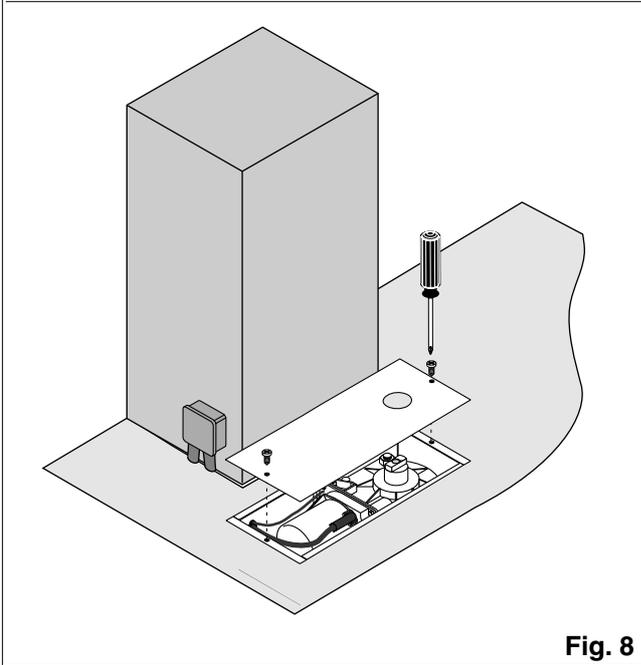

Fig. 8
- 4.4 (Fig. 8) Fermer le caisson de fondation à l'aide du couvercle correspondant.